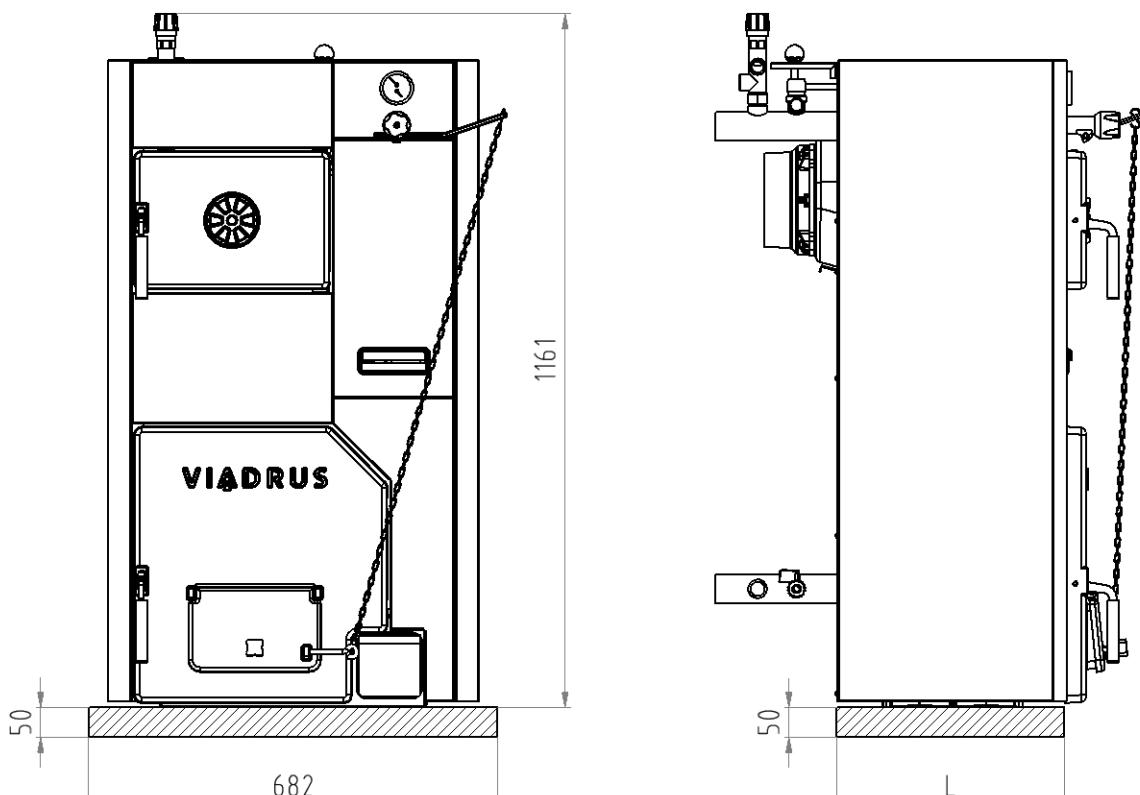

Рис. 5 Размеры цоколя
1. Расположение на полу из негорючего материала (рис. 5)
- при установке и эксплуатации котла необходимо соблюдать безопасное расстояние 200 мм от горючих материалов класса горючести A1, A2, B и C (D);
- для легко воспламеняющихся материалов класса горючести E (F), которые быстро горят и горят самостоятельно после отстранения источника возгорания (напр., бумага, картон, битумкартон и просмоленный картон, дерево и древесно-волокнистые плиты, пластмасса, покрытия для пола) безопасное расстояние увеличивается в два раза, то есть, на 400 мм;